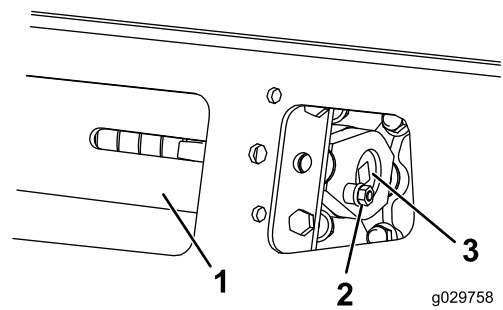
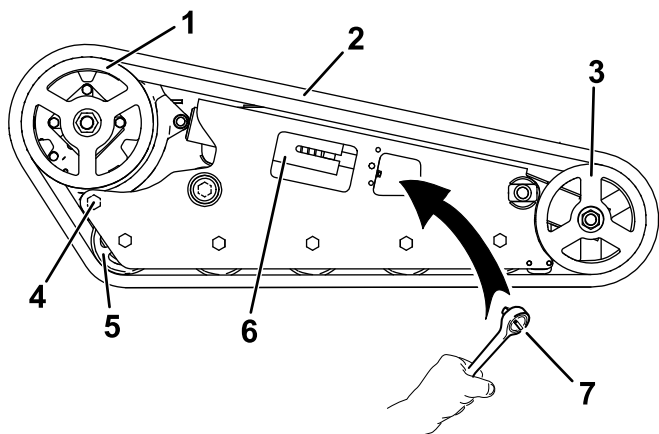

Bild 59
Bild 60
3. Entfernen Sie die Befestigungsschraube und Mutter (**Bild 59**).
5. Fluchten Sie die am nächsten liegende Kerbe in der Spannschraube mit dem Loch der Befestigungsschraube aus und befestigen Sie die Schraube mit der Befestigungsschraube und Mutter (**Bild 59**).
4. Entfernen Sie die Befestigungsschraube und Mutter (**Bild 59**).
5. Lösen Sie die Antriebsspannung mit einer Ratsche (1/2"), indem Sie die Spannschraube nach rechts drehen (**Bild 59** und **Bild 60**).
6. Lösen Sie die hintere Schraube in der Nähe des Antriebsrads (Bild 60).
8. Wenn Sie die Kette vom Vorderrad entfernt haben, entfernen Sie sie vom Antriebsrad und den Straßenträgern (Bild 60).
9. Legen Sie die neue Kette, beginnend beim Antriebsrad, um das Kettenrad und stellen Sie sicher, dass die Stollen an der Kette zwischen die Distanzstücke am Kettenrad passen (Bild 60).
10. Drücken Sie die Kette unter und zwischen die Straßenträger (Bild 60).
4. Entfernen Sie die Befestigungsschraube und Mutter (Bild 59).
5. Lösen Sie die Antriebsspannung mit einer Ratsche (1/2"), indem Sie die Spannschraube nach rechts drehen (Bild 59 und Bild 60).